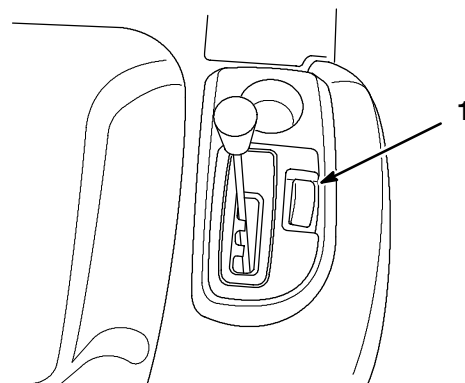

Abbildung 22
Beim Fahrtregler handelt es sich um einen Schalter (Abb. 22) am rechten Kotflügel, durch den eine bestimmte Radantriebsposition ohne Pedaldruck beibehalten wird. Der Fahrtregler funktioniert nur bei Vorwärtsfahrt.
1. Den Traktor anfahren. Siehe "Vorwärts- und Rückwärtsfahrt", Seite 22. Den Fuß auf das Radantriebspedal gedrückt halten und den Fahrtreglerschalter (Abb. 22) auf Position "SET" schieben. Dadurch wird der Radantrieb in der jeweiligen Einstellung fixiert, und der Fuß kann